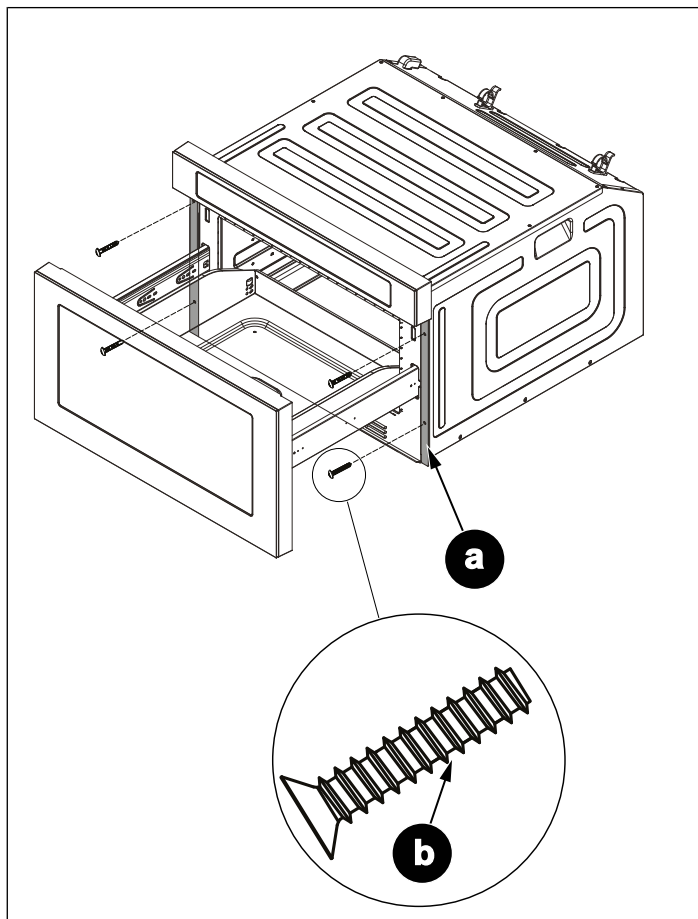

Fig. 3
- 3) Faites glisser le tiroir à micro-ondes jusqu'à ce que la bride de montage (Fig. 3 a) soit au ras de la face de l'armoire.
- 4) Ouvrez le four micro-ondes tiroir. Utilisez les 4 trous du four micro-ondes tiroir pour guider le pré-perçage du meuble à l'aide d'un foret de 1/16". Reportez-vous à Fig. 3.
- 5) Fixez le tiroir avec (4) vis à tête fraisée Philip M4*16-F. Reportez-vous à (Fig. 3 b).
- 8) Ouvrez le four micro-ondes tiroir. Utilisez les 4 trous du four micro-ondes tiroir pour guider le pré-perçage de l'armoire à l'aide d'un foret de 1/16". Reportez-vous à Fig. 3 .
- 9) Fixez le tiroir avec (4) vis à tête fraisée Philip M4*16-F.